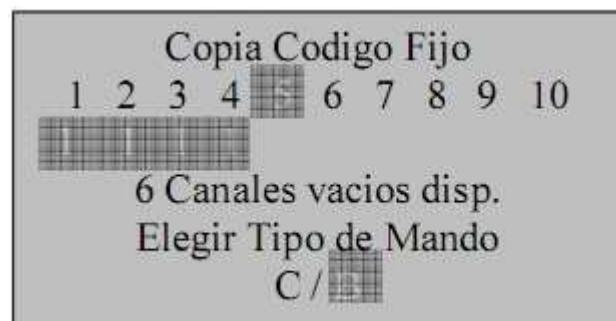

Fig.19
- Pulsar < ou > para escolher o comando correspondente: “TIPO B” ou “TIPO C” (fig. 19);